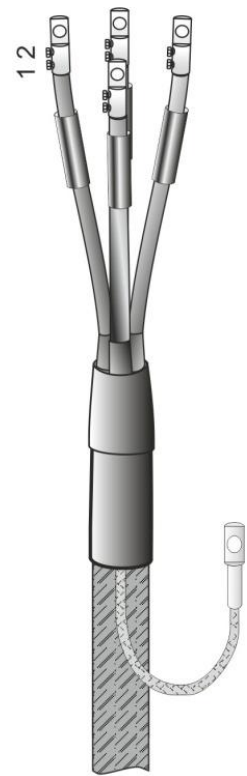

Рис.8
7. Определить длину жил по месту присоединения и обрезать. На жилы кабеля надвинуть изолирующие манжеты для изоляции наконечников и сдвинуть их в сторону корешка разделки. Замерить глубину трубчатой части наконечников и по полученному размеру снять с жил кабеля изоляцию. Оконцевать жилы кабеля винтовыми наконечниками, начиная с нижнего болта. Погреть и обезжирить трубчатые части наконечника (Рис.8).